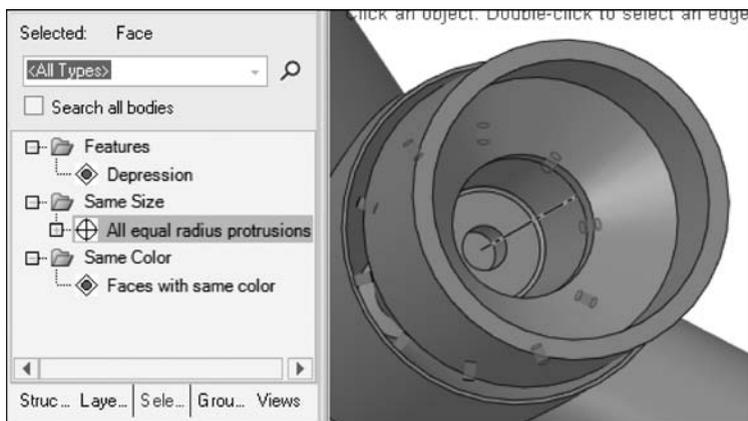

图 3.109 去除非关键特征
(4) 切换到 Selected 选项页, 单击任意一个如图 3.109 所示的小特征, 选择 All equal radius protrusions, 选中与特征尺寸相同的同类型特征, 单击工具栏中的 Fill, 去除这些特征。